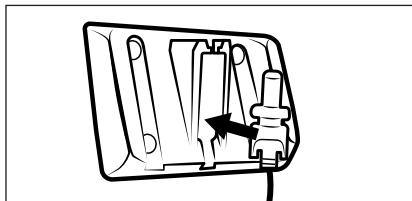

Fig. 4
- Assurez-vous qu'aucune ligne électrique ou d'autres lignes ou tuyaux ne se trouvent dans le mur dans lequel vous avez l'intention de percer des trous pour fixer le support mural ⑬. Il y a en effet danger de mort si vous percez une ligne électrique !
- 1) Insérez la fiche creuse ⑪ de l'adaptateur secteur ⑩ dans le support mural ⑬ (voir fig. 4). Tournez la fiche creuse ⑪ pour la bloquer.